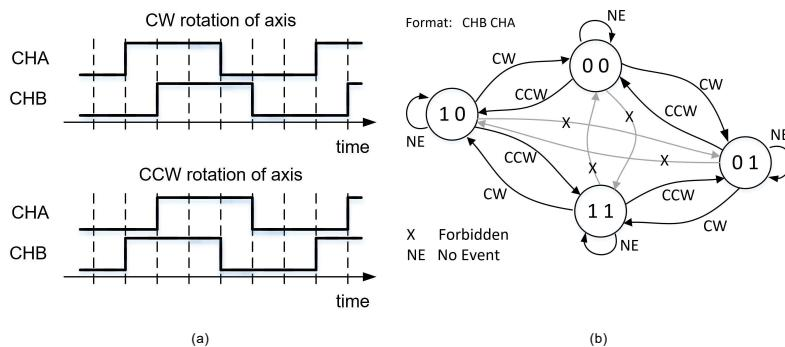

Figure 9.2: (a) Signaux transmis par l'encodeur sur les lignes A et B lors d'une rotation de l'axe. (b) Diagramme de transition d'états de l'encodeur.
- La fonctionnalité de l'encodeur peut être présentée par les signaux observés en sortie, ainsi que par une suite d'états (il s'agit des états de l'encodeur; il ne s'agit pas d'une machine d'états finis à développer). Ces deux formulations sont équivalentes et sont présentées en Figure 9.2. Lors d'une rotation dans le sens horaire (CW), le signal A précède le signal B; lors d'une rotation dans le sens anti-horaire (CCW), le signal B précède le signal A. Le sens de rotation est détecté par le signe de la phase de A-B.
Chacune de deux formulations en Figure 9.2 peut être utilisée afin de générer une table de transition. Cette table comprend comme entrée les valeurs courantes ainsi que les valeurs précédentes des signaux A et B (CHA pour channel A, et CHB pour channel B). En sortie, la table présente deux signaux. Une signal (dir) indique la direction de rotation, et un deuxième signal (cnt_en) indique que l'axe a subi une rotation d'un cran.